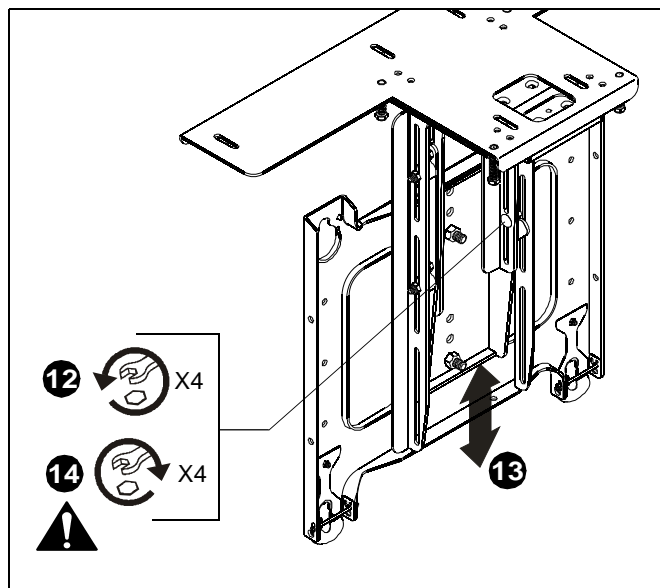

рис. 6
9. Закрепите лицевую панель на монтажном кронштейне лицевой панели с помощью двух контргаек. (см. рис. 6)
12. Ослабьте четыре гайки, закрепляющие монтажный кронштейн лицевой панели и рамку. (см. рис. 6)
13. Переместите монтажный кронштейн лицевой панели на необходимую высоту. (см. рис. 6)